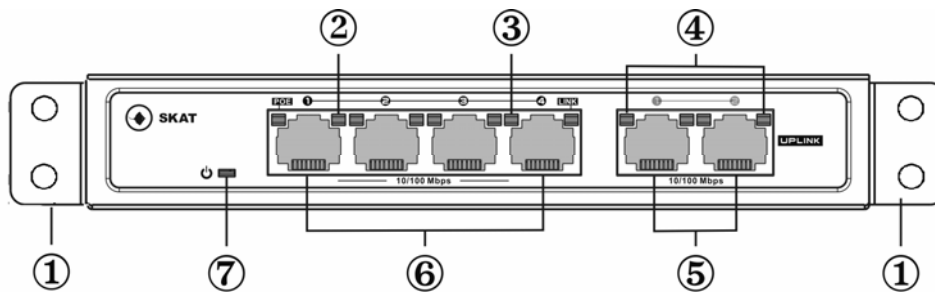

Рисунок 4 – передняя панель коммутатора
- Посредством сетевых кабелей UTP подключите IP-видеокамеры с питанием PoE к портам Ethernet (см. рисунок 4).
- Используйте порты Uplink для подключения к нему коммутатора, компьютера или IP-видеорегистратора сетевым кабелем UTP (см. рисунок 4).
- Убедитесь в наличии питания на входе коммутатора - индикатор «Питание» (см. рисунок 4) должен светиться.